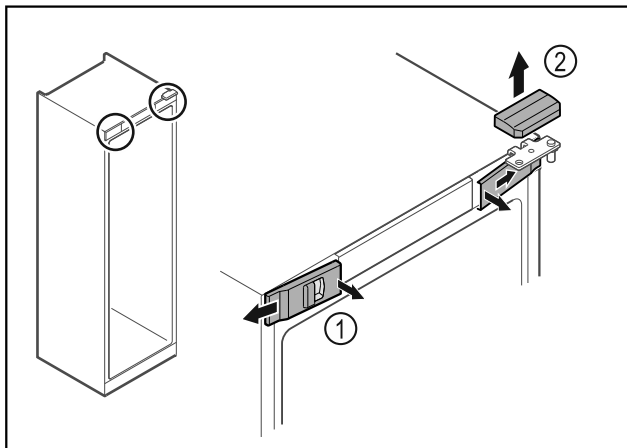

Fig. 18
- ▶ Voorste afdekkingen Fig. 18 (1) binnen ontgrendelen en naar de zijkant toe verwijderen.
- ▶ Bovenste afdekking Fig. 18 (2) naar boven toe verwijderen.